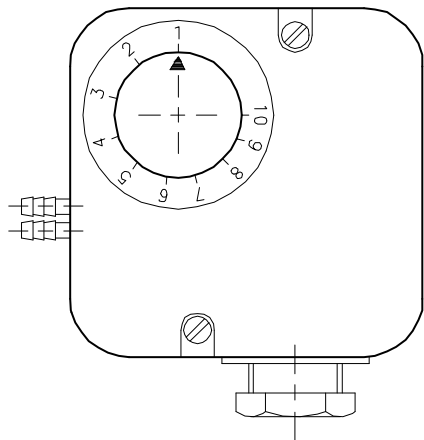

Fig. 24
- Regular o pressostato de ar no início da escala (Fig. 24 na pág. 26).
Realizar a regulação do pressostato ar depois de ter realizado todas as outras regulações do queimador com o pressostato de ar regulado no início da escala (Fig. 24).